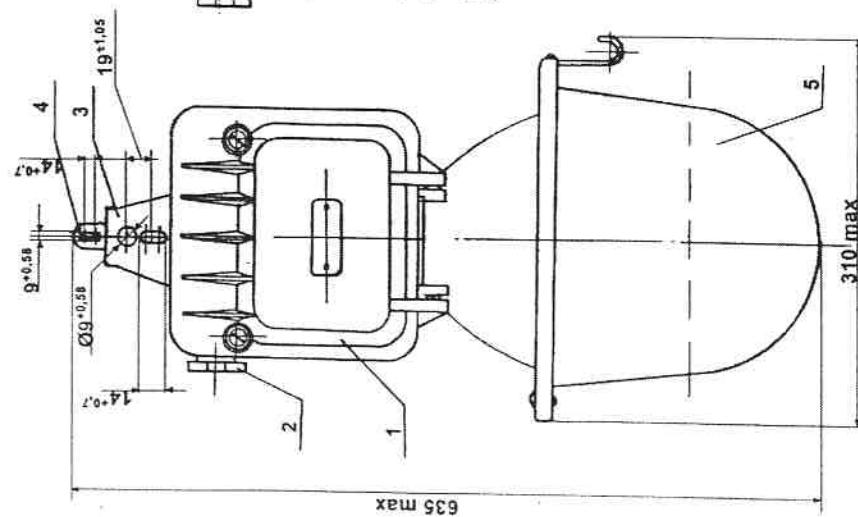

Рис.1
4.1 Габаритные и установочные размеры светильников указаны на рис. 1.
6.3.7 Закріпити скло 5 рис.1 до корпуса при допомозі трьох гвинтів (або затискачів).
6.3.7 Закрепить стекло 5 рис. 1 к корпусу при помощи трех винтов (или зажимов).